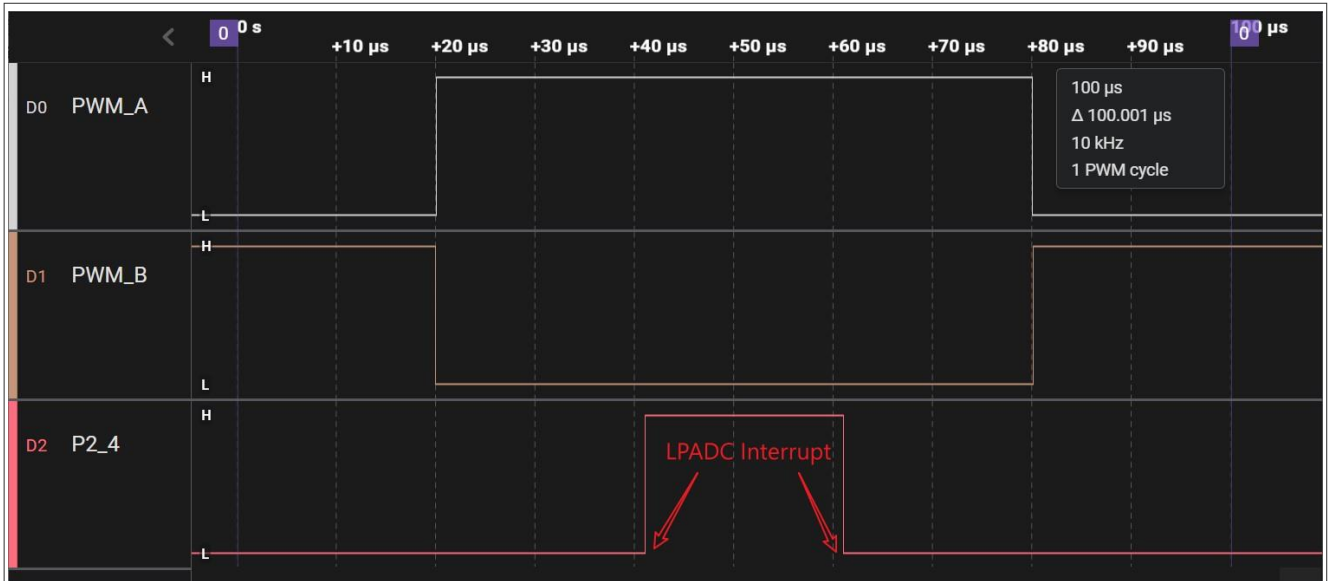

图35. ADC触发波形
- PWM_A和PWM_B以60%的占空比在互补模式下工作。PWM_A和PWM_B在40和60（范围从0到100）处实现ADC触发，如图35所示。